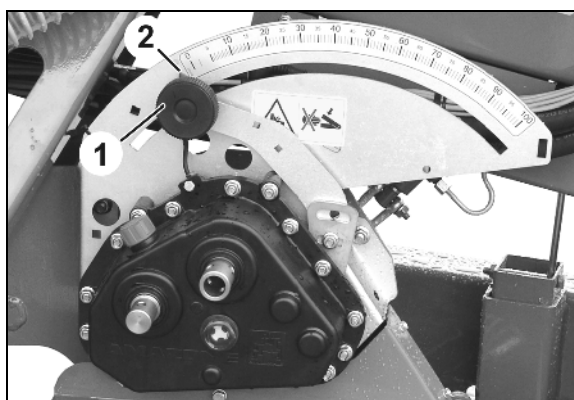

Bild 64
4. Lossa växelväljarspakens stoppknapp (Bild 64/1).
5. Skjut växelväljarspakens visare (Bild 64/2) till ett av följande växellägen:
6. Dra åt låsknappen (Bild 64/1).